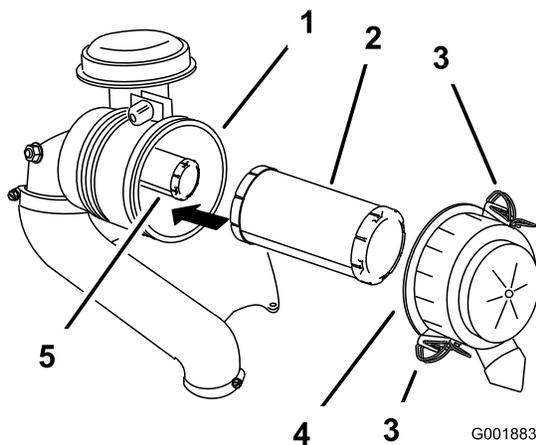

Figura 45
3. Abra los cierres del limpiador de aire y tire de la tapa del limpiador de aire para separarla del cuerpo del limpiador de aire (Figura 45).
5. Extraiga con cuidado el filtro primario del cuerpo del limpiador de aire (Figura 45).
2. Si va a cambiar el filtro de seguridad, deslícelo cuidadosamente en el cuerpo del filtro (Figura 45).
3. Deslice cuidadosamente el filtro primario por encima del filtro de seguridad (Figura 45).
4. Instale la tapa del limpiador de aire con el lado que lleva la palabra **up** hacia arriba, y fije los cierres (Figura 45).